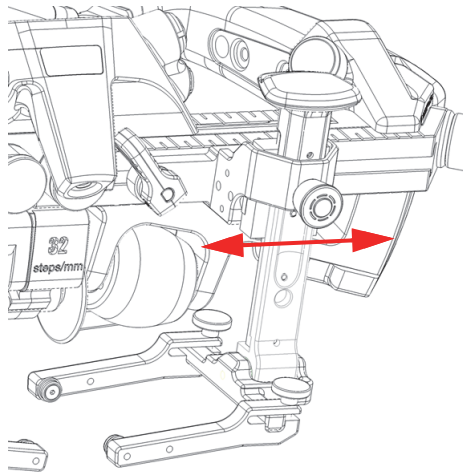

Figura 2-10 Scorrimento del supporto della sonda
2. Fare scorrere il supporto della sonda nella posizione desiderata (Figura 2-10 a pagina 47).